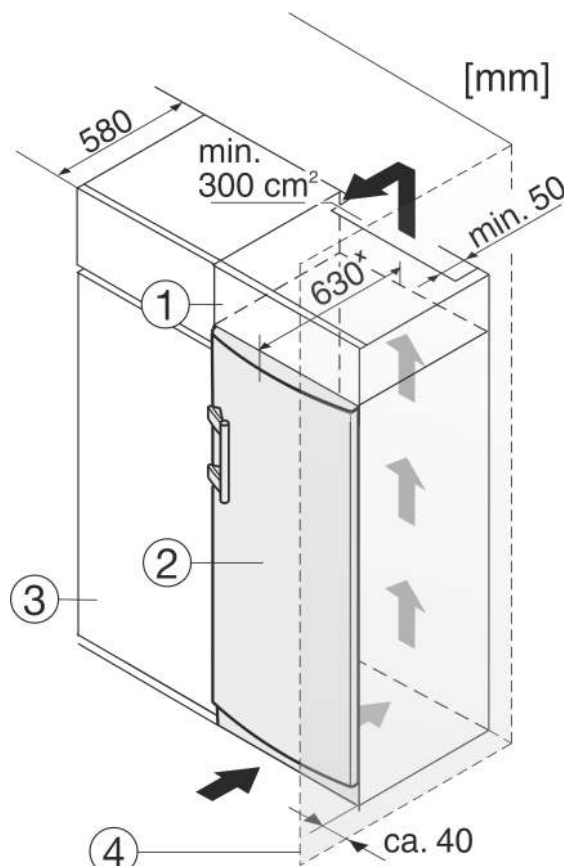

Fig. 12
- (1) Дополнительный шкафчик
- (2) Устройство
- (3) Кухонный шкаф
- (4) Стена
Устройство может быть окружено кухонными шкафами. Чтобы уравнять устройство *Fig. 12 (2)* по высоте с кухонной стенкой, можно установить над устройством дополнительный шкафчик *Fig. 12 (1)*.
При комбинировании с кухонными шкафами (глубина макс. 580 мм) устройство можно установить непосредственно рядом с кухонным шкафом *Fig. 12 (3)*. Устройство выступает сбоку на 34 мм * и по центру на 50 мм * относительно передней стенки кухонного шкафа.
Если устройство установлено на шарнирах у стены *Fig. 12 (4)*, то расстояние между устройством и стеной должно быть не менее 40 мм. Настолько выступает ручка при открытой дверце.